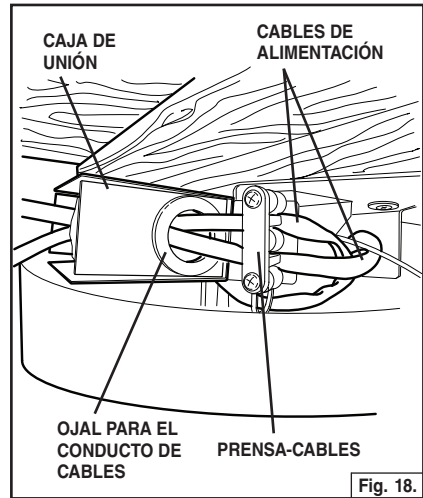

Fig. 18.
1. Baje el toldo del techo. Haga una atadura de cable con los dos cables de alimentación y los brazos de soporte. Introduzca los cables en el prensacables y en la caja de unión. Fije los cables ajustando el prensacables. Realice las conexiones eléctricas. Fig. 18.